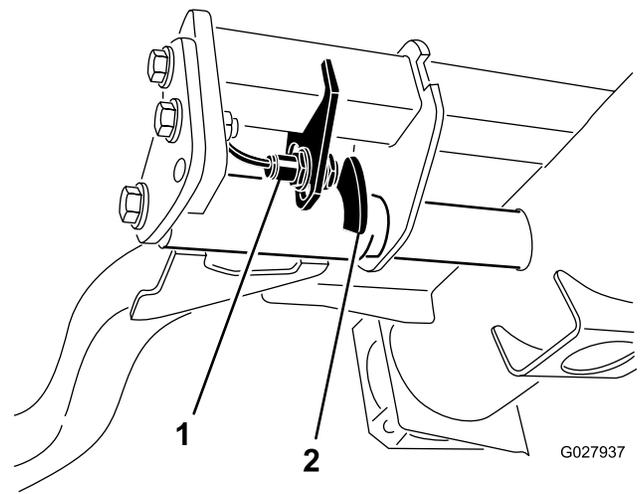

Рисунок 54
2. Переключатель подъемного рычага расположен под гидравлическим баком позади переднего правого подъемного рычага (Рисунок 54).
3. Ослабьте крепежные винты переключателя и переместите переключатель вниз, чтобы увеличить высоту поворота подъемного рычага, или переместите переключатель вверх, чтобы уменьшить высоту поворота подъемного рычага (Рисунок 54).